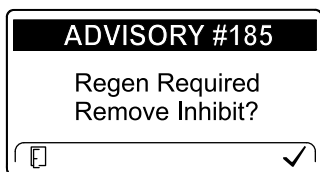

Figura 37
**Nota:** Se configurar o InfoCenter para inibir a regeneração, o InfoCenter apresenta o AVISO N.º 185 (Figura 37) a cada 15 minutos enquanto o motor pedir uma regeneração de reposição.